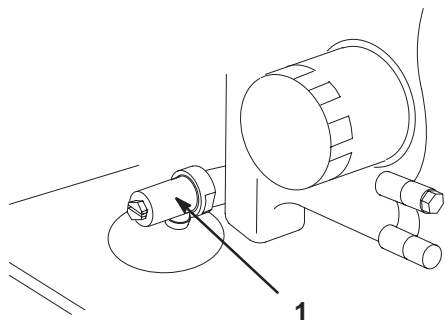

Figure 34
3. Placez un bac de vidange sous l'orifice de vidange. Ouvrez le robinet de vidange avec un tournevis à lame plate, ou une clé de 3/8 pouce ou de 10 mm (Fig. 34).
4. Tournez le robinet dans le sens horaire pour le fermer et dans le sens anti-horaire pour l'ouvrir (Fig. 34).
5. Quand toute l'huile s'est écoulée, refermez le robinet de vidange (Fig. 34).